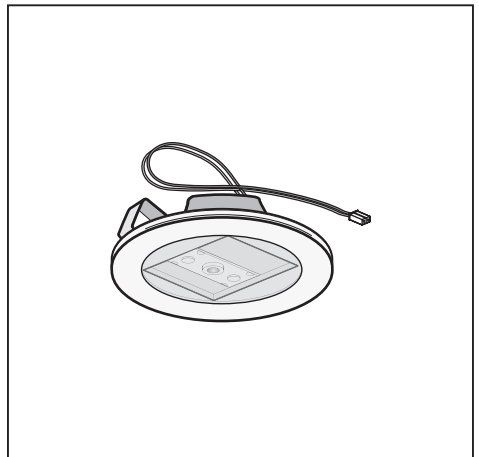

Fig.21
• **Sostituzione delle lampade LED (Fig.21):**